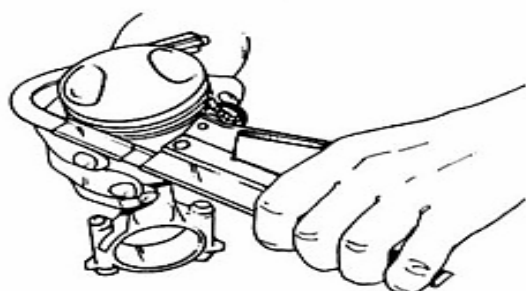

図6 クリーナーの使用例
- 3、ピストンと本体を両手で保持し、ピストンリングの溝にホイールカッターを挿入して、本体を溝に沿って回転させてください。(図6)